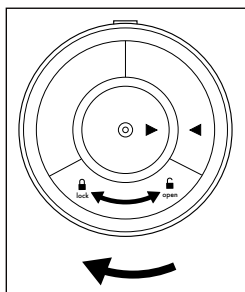

Fig. 2
7. Remettez la fermeture du compartiment à piles **13** en place. Tournez la fermeture du compartiment à piles **13** dans le sens horaire en direction de **lock**  jusqu'à ce que les deux repères ► ◀ soient à la même hauteur et que la fermeture du compartiment à piles **13** s'enclenche de manière audible (voir fig. 2).